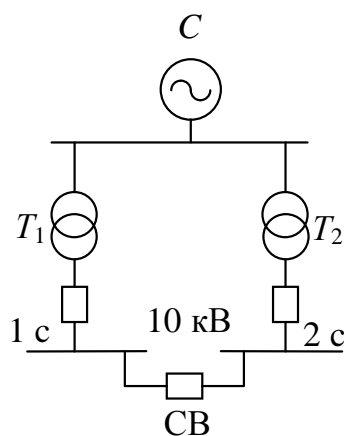

Рисунок 2. Схема к практической работе «Проверка сечения шин на термическую стой-
• Проверка сечения шин на термическую стойкость к токам короткого замыкания. Определить минимальное сечение термически устойчивой алюминиевой шины в цепи секционного выключателя подстанции (рисунок 2).